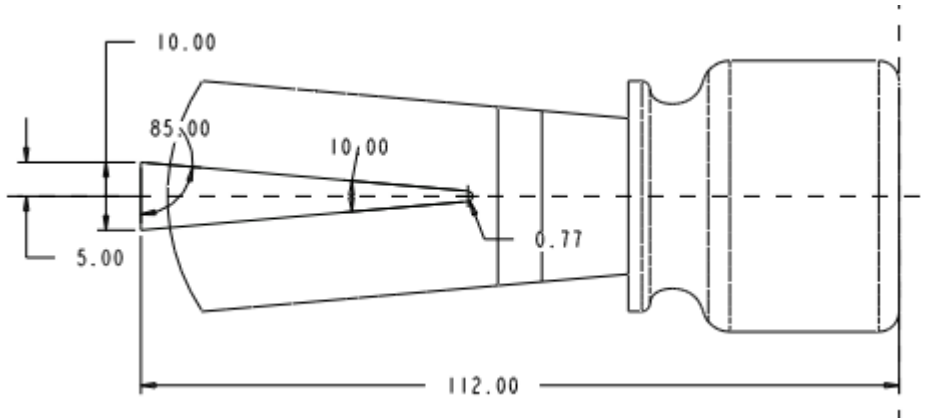

图 40-28
(2) 选择 RIGHT 基准平面为草绘平面, 绘制如图 40-28 所示的截面。